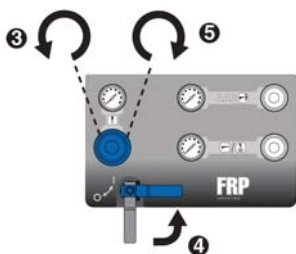

Рис. 18
6. Поверните регулятор давления подачи главного воздухопровода до упора против часовой стрелки, чтобы снять давление и установить регулятор в нулевое положение. См. Рис. 18.
7. Откройте шаровой клапан главного воздухопровода. См. Рис. 18.
8. Медленно поворачивайте регулятор главного воздухопровода по часовой стрелке, пока насос не запустится и не начнет переключение. Давление ни в коем случае не должно превысить 0,14 МПа (20 фунтов на кв. дюйм, 1,4 бар). См. Рис. 18.